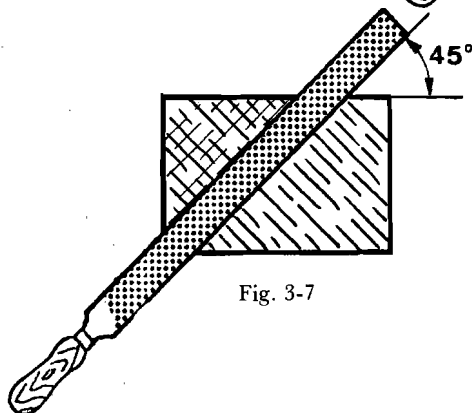

Fig. 3-7
3.2. 2.ª parte.—Colocar la lima a 90° con relación a la posición anterior y limar desplazándola de igual forma. (fig. 3.7).